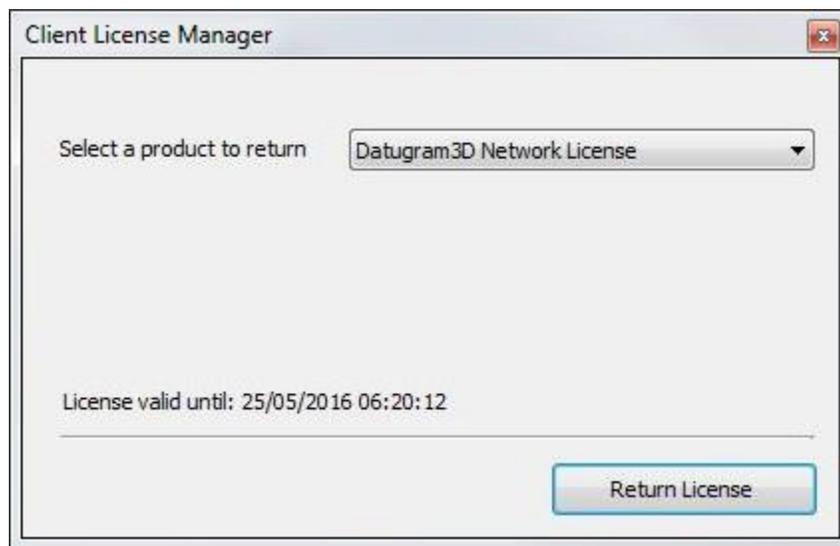

图 122 - 返回网络许可证
- 用户手动。此选项需要访问“客户端许可证管理程序”（7.2.3 部分）应用程序，使用返回许可证选项（图 122）。